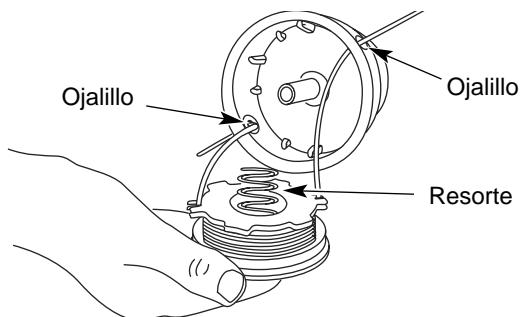

Fig. 22
13. Inserte los extremos de la lnea a travs de los ojalillos de la bobina exterior y coloque el carrete interior con el resorte dentro de la bobina exterior (Fig. 22). Empuje el carrete interior y la bobina exterior entre so. Mientras sostiene el carrete interior y la bobina exterior, tome los extremos y tire con firmeza para soltar la lnea de las ranuras de fijacin de la bobina.
- Inserte los extremos de la lnea en los ojalillos de la bobina exterior (Fig. 22).